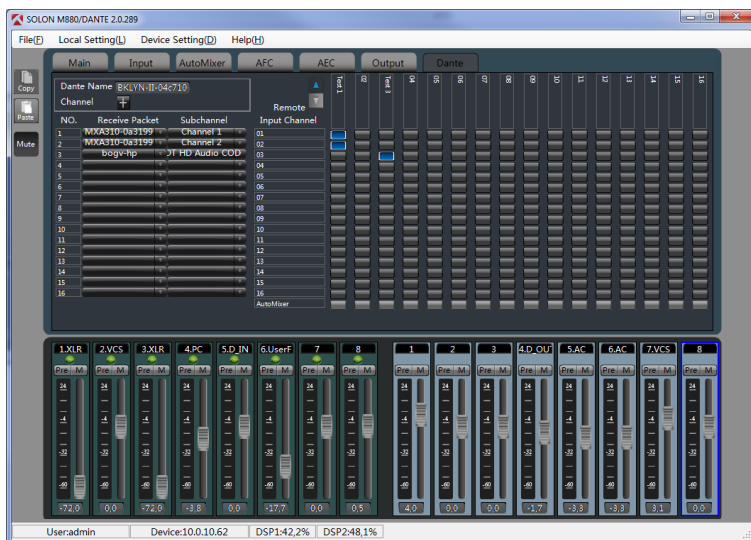

Рис. 5.8 Входные каналы DANTE в качестве источников выходных каналов.
- сумма входных каналов DANTE **1** и **2** (рисунок 5.8);
- входной канал DANTE **3** (рисунок 5.8);